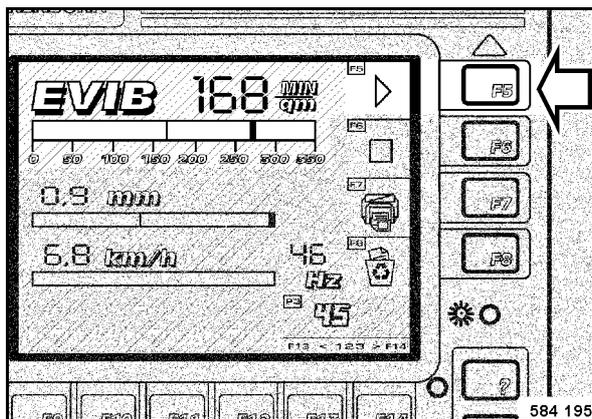

Рис. 92
- Контрольное поле слева рядом с F5 (Рис. 92) горит зеленым цветом.